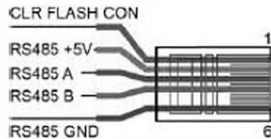

Рис. 4 – назначение контактов разъема RJ11 – RS-485 Modbus.
3. Подключите линии интерфейса RS-485 к разъему RJ11 в соответствии с рис. 4.